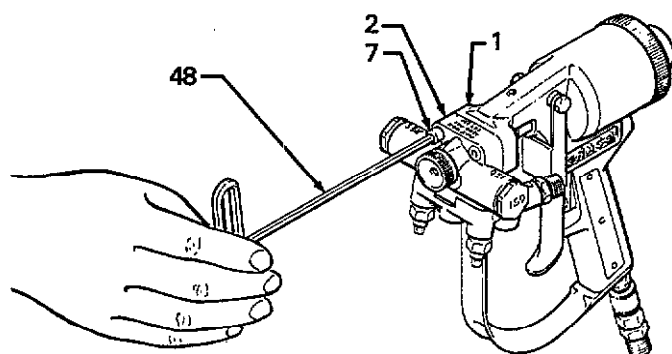
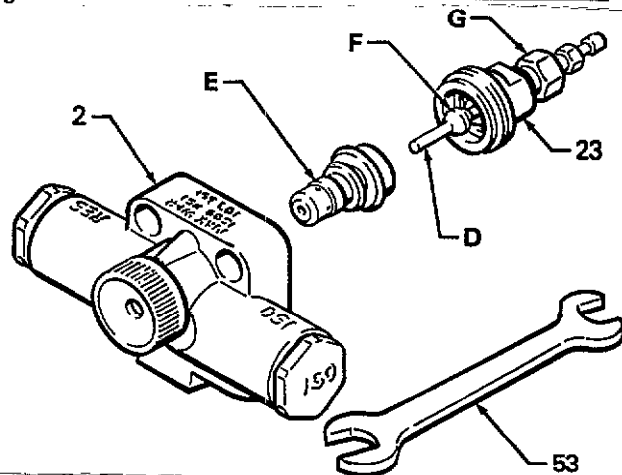

Fig 4
Fig 5
- 1) Utilizar la llave (48) para retirar el tornillo de cabeza Allen (7) del colector de fluido (26) para retirar los dos tornillos Allen (7) del alojamiento del boquilla (2) - Ver Fig. 4,
- 2) Tirar del alojamiento fuera del cuerpo de la pistola (1),
- 3) Utilizar el lado 1/2" de la llave (53) para retirar el tope de boquilla (23) de la parte trasera del alojamiento (2). Ver Fig. 5,
- 4) Introducir la boquilla E), con el extremo achaflanado en primer lugar, en la parte trasera del cuerpo. Ver Fig. 5,
- 5) Hacer deslizar la tuerca de guarnición (G), el tope de boquilla (23) y la junta (S) a lo largo de la aguja (D). Ver Fig. 5,